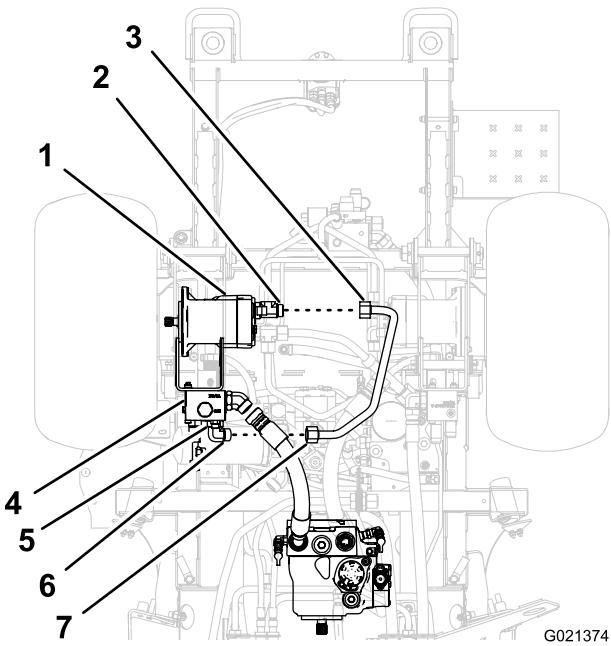

Figura 10
1. Alinhe as porcas do tubo para o tubo do motor de tracção com o encaixe em T e o encaixe a 90° no motor de tracção e no divisor de fluxo (Figura 10).
3. Enrosque as porcas do tubo para o tubo do motor de tracção nos encaixes no motor de tracção e no divisor de fluxo (Figura 10).
4. Aperte a porca de bloqueio para o encaixe de 90° (Figura 10).